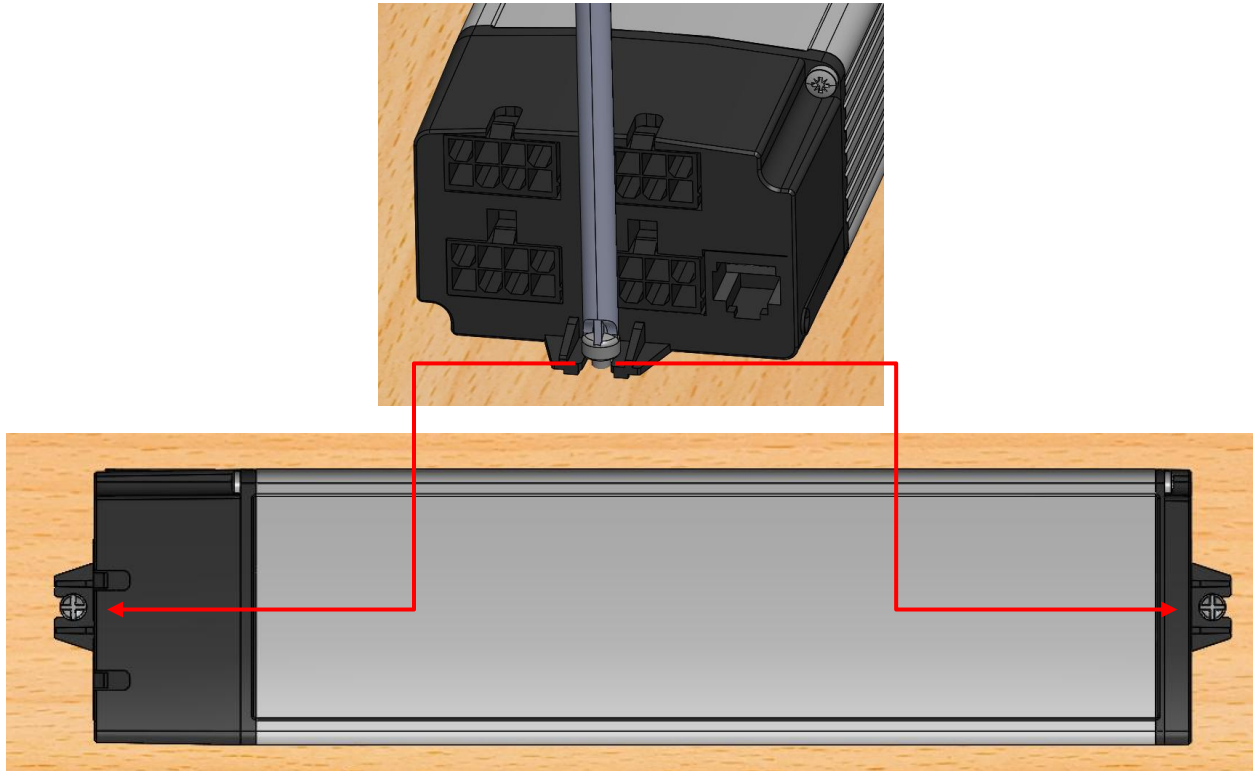

Abbildung 11: Befestigung der elektrischen Steuerung (2 Schraubverbindungen)
- ➔ Schrauben Sie die Steuerung fest an (Abbildung 11: Befestigung der elektrischen Steuerung). So vermeiden Sie Funktionsstörungen durch gelockerte Steckverbindungen oder ungewollte Geräusentwicklung.